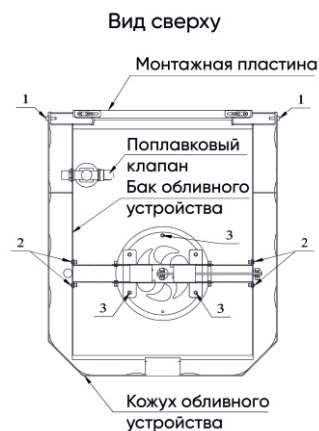

Рис. 8
- 5 Снимите декоративный кожух с бака обливного устройства открутив винты 1 (см. рис. 8)
- 7 Извлеките сливной механизм из бака обливного устройства открутив винты 2 и гайки 3 (см. рис. 8)